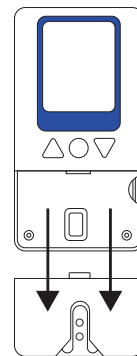

Fig. 10
2. Para limpiar la zona óptica del PortaReader™, retire primero el componente del soporte (Fig. 10). Para retirar el componente del soporte, presione suavemente y tire del componente del soporte hacia abajo y lejos de la pantalla. No levante el componente del soporte y lo aleje del medidor, ya que podría dañar el componente del soporte. Para limpiar la zona óptica, utilice un paño de microfibra humedecido con agua. Asegúrese de que el área esté completamente seca antes de reemplazar el nido.